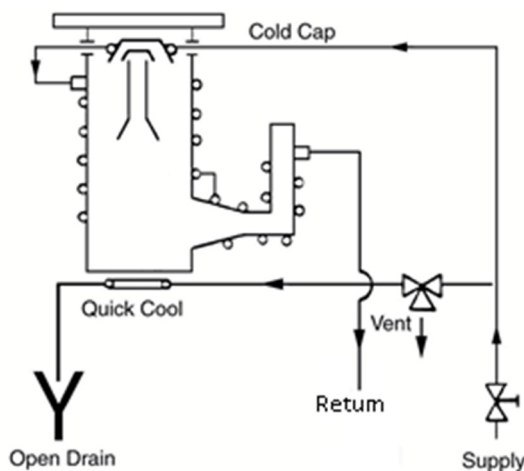

Abbildung 11 HS-16/20 Kühlwasseranschlüsse
- 1 Schließen Sie die Kühlschlange der Kühlkappe und die gesamte Körper- und Vorlaufkühlung in Reihe an, mit Ausnahme der Quick Cool-Schlange (siehe folgender Abschnitt), wie in Abbildung 11 gezeigt. Die Kühlwasserdurchflussmenge für Ihren Pumpentyp finden Sie in Tabelle 4. Höhere Durchflussmengen schaden der Pumpe nicht.